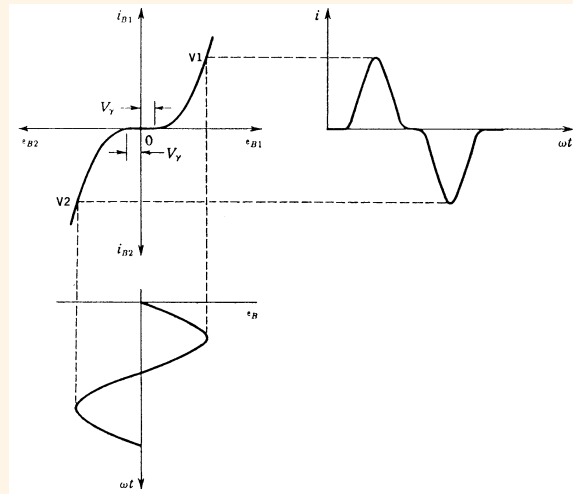

Рис. 58. Перекрестные искажения возникают при переходе через 0. Происходит это благодаря отсечке анодного тока в обеих лампах (По Millman'y и Halkias'y).
но меньше 360° – полного цикла. Это перекрытие необходимо, чтобы «победить» кривизну в нижней части анодных характеристик, в противном случае это привело бы к появлению перекрестных искажений (Рис. 58). Кривизна анодных характеристик в нижней части линии нагрузки представляет собой характерное местоположение точек, где лампа включается в проводящее состояние (102, 103). Как только сигнал проскочит это место еще ниже, то отрицательная половина его отсекается, лампа ток уже не проводит, она закрыта (104). При достаточном перекрытии, т.е. моменте времени, когда обе лампы находятся в открытом состоянии, отсечек не происходит (то, что мы называем «ступенькой»). Ступеньки происходят только в том случае, если присутствуют искажения перекрестного типа (скорее справедливо обратное утверждение, т.к. искажения являются следствием нарушения формы сигнала и количественным определителем – Ред.).